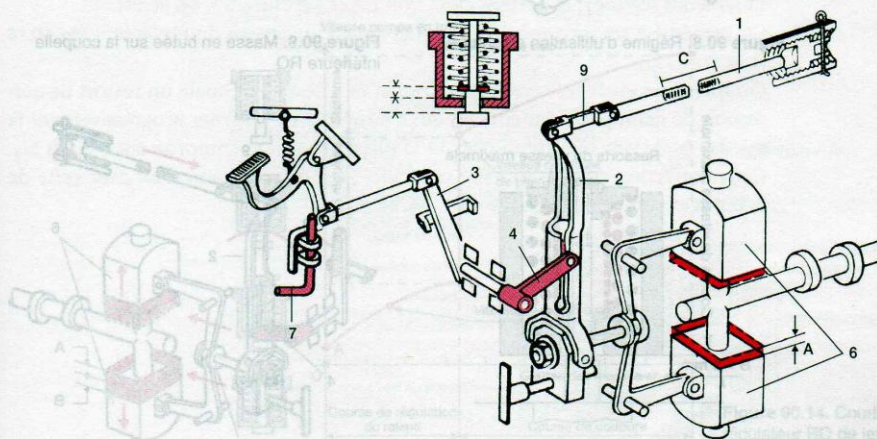

Figure 90.7.
Dès que le moteur est démarré, amener le levier de commande (3) en position « ralenti » (butée réglable 7 à adapter sur le véhicule, fig. 90.7). Le conducteur doit régler cette butée afin d'obtenir une vitesse de rotation au ralenti compatible avec le régulateur (fig. 90.7). Celui-ci agit alors pour maintenir le moteur à la vitesse correspondante.